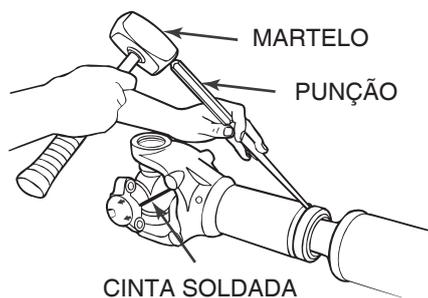

Figura 4.11
1. Use um martelo de bronze ou cobre e um punção para bater o protetor para fora do selo deslizante. Figura 4.11.